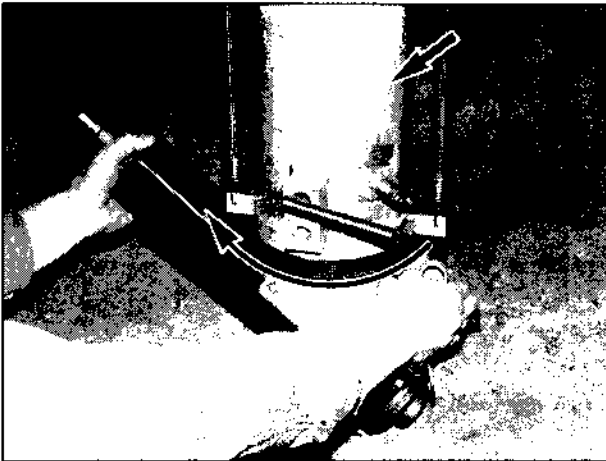

Bild 92
10. Mittleres Rohr (Bild 92/Pfeil) 90° nach links drehen, bis die Sperrklinke im oberen Rohr gelöst ist.